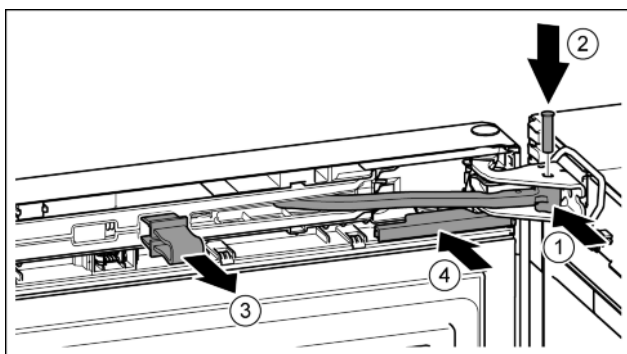

Fig. 23
- ▶ Otočte kloub ve stojanu ložiska. Fig. 23 (1)
- ▶ Vložte čep do stojanu ložiska a kloubu. Přitom dávejte pozor, aby byla zajišťovací vačka správně usazena v drážce. Fig. 23 (2)
- ▶ Pojistku vytáhněte. Fig. 23 (3)
▶ Kryt nasuňte. Fig. 23 (4)